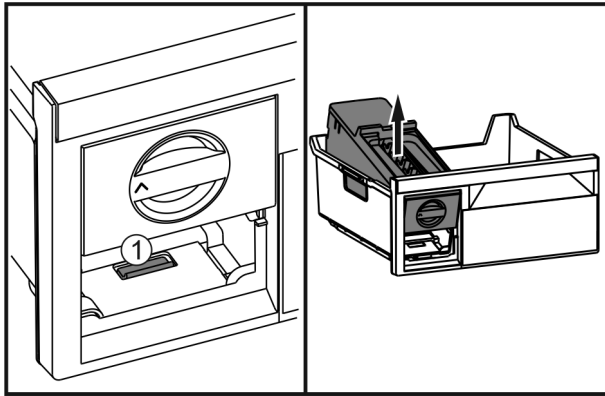

Fig. 39
- ▶ Натиснути на накладку Fig. 39 (1), EasyTwist-Ice підняти ззаду і витягнути з висувного ящика для заморожування.